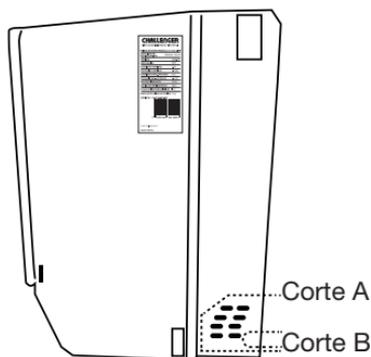

Fig. 8
• Si el lugar en que se instalará el acondicionador de aire no permite realizar agujeros en la parte posterior de la unidad interior, se puede dirigir la tubería del sistema de refrigeración, el cableado de comunicación entre las unidades, la tubería de drenaje y el cable alimentación por cualquiera de los costados de la unidad interna según la necesidad (ver fig. 8):